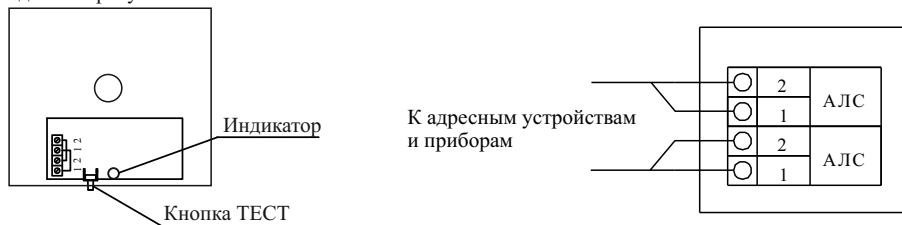

Рисунок 2
- подключить провода АЛС к клеммной колодке (рисунок 2). УДП подключается к прибору при помощи двухпроводной АЛС с номинальным сечением проводов от 0,35 до 1,5 мм²;
7.2 Для контроля связи УДП с прибором необходимо нажать с помощью штыря диаметром 0,8 мм (например, с помощью разогнутой канцелярской скрепки) на кнопку ТЕСТ (рисунок 2) и контролировать: